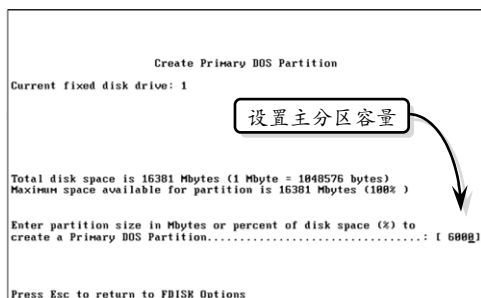

图 3-31 输入主分区容量数值
- 5 输入 N 后按【回车】键, FDISK 将重新检查磁盘。完成后, 即可在“创建主 DOS 分区”界面内输入主分区的容量数值, 如图 3-31 所示。